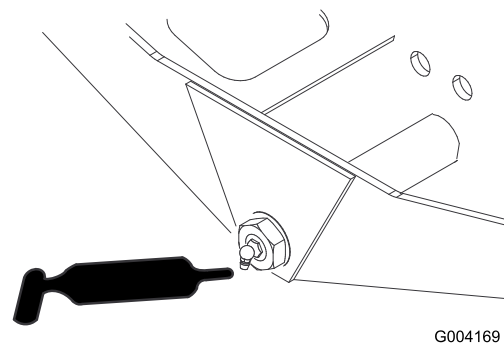

Figura 51
- Articulação do direção do eixo (1 cada) (Figura 51)